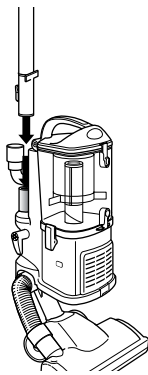

Fig. 8
- 3 Installez l'extrémité du tube de rallonge au tube se trouvant à l'arrière du chariot amovible jusqu'à ce qu'un déclic indique qu'il est en place. **(Fig. 8)**